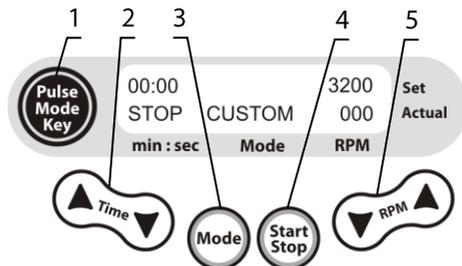

Рис. 3. Панель управления
- 4.3. **Установка режима работы.** Кнопка **Mode** (рис. 3/3) позволяет выбрать необходимый режим перемешивания: CUSTOM (регулируемый), SOFT (мягкий), MEDIUM (средний), HARD (сильный), TUBE VORTEX (вortex для пробирок). Работа в режимах SOFT, MEDIUM, HARD, TUBE VORTEX отличается от работы в режиме CUSTOM тем, что скорость вращения является фиксированной (см. 5.2.).
- 4.4.1. Установите требуемый интервал времени работы в минутах и секундах (шаг изменения 15 с) при помощи кнопок установки времени **Time** ▲ и ▼ (рис. 3/2).
- 4.4.2. При использовании режима CUSTOM, установите требуемую скорость (шаг изменения 100 об/мин) с помощью кнопок **RPM** ▲ и ▼ (рис. 3/5).
- 4.5.2. Нажмите кнопку **Start Stop** (рис. 3/4). Начнется движение платформы, дисплей отображает отсчет установленного интервала времени в верхней строке.
- 4.6.2. Нажмите кнопку **Pulse Mode Key** (рис. 3/1). Платформа начнет цикл: разгон - короткое перемешивание (в течение 3 с) – торможение. Дисплей покажет статусное сообщение ▲▲▲▲ и отсчет установленного интервала времени.